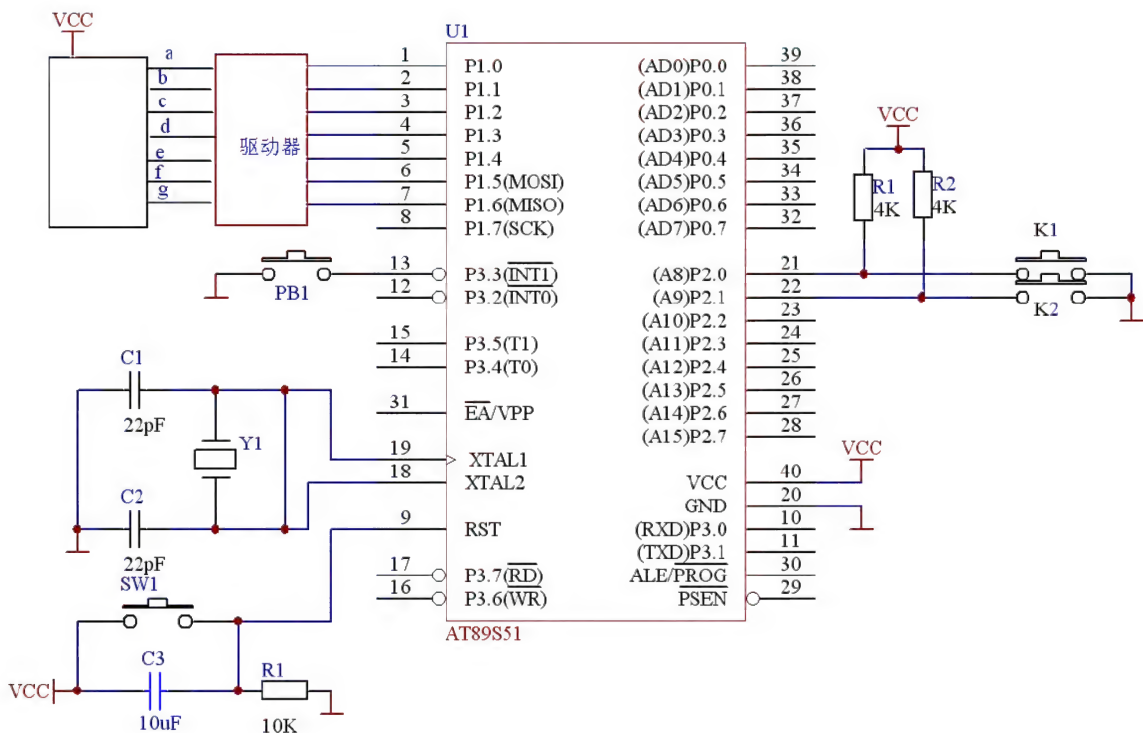

图 11.11 上机题 1 原理图
1. 原理图如图 11.11 所示, P1 经限流电阻连接共阳极 7 段 LED 数码管, 而 P2.0 连接 K1, P2.1 连接 K2, 其中 K1 具有增数的功能, K2 具有减数的功能。若程序刚开始时, 7 段 LED 数码管显示 0, 按一下 K1, 7 段 LED 数码管显示 1, 再按一下 K1, 7 段 LED 数码管显示 2, 等等; 若 7 段 LED 数码管显示 9, 按一下 K1, 7 段 LED 数码管显示 0。同样地, 若 7 段 LED 数码管显示 0, 按一下 K2, 7 段 LED 数码管显示 9, 再按一下 K2, 则 7 段 LED 数码管显示 8, 依此类推。试编写程序实现上述功能。